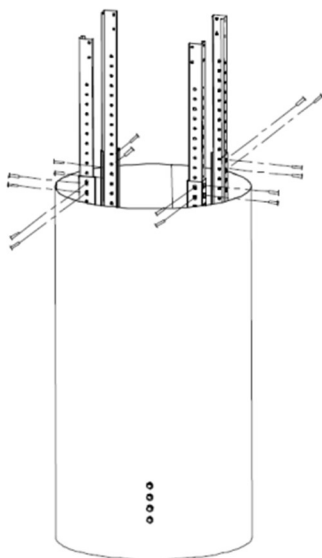

Рис.2
4. Прикрепите регулировочные планки (4 шт.) к корпусу вытяжки, используя до этого винты М4\*8 (16 шт.) (Рис.2). Отрегулируйте высоту расположения прибора, как вам необходимо.